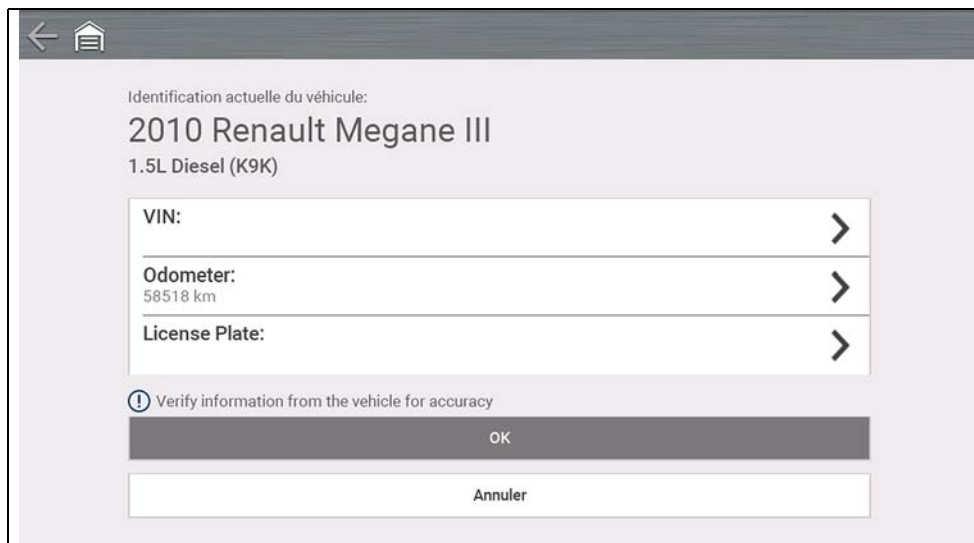

Figure 4-3
8. L'écran de confirmation de l'identification du véhicule s'affiche (Figure 4-3), sélectionnez **OK** pour continuer.